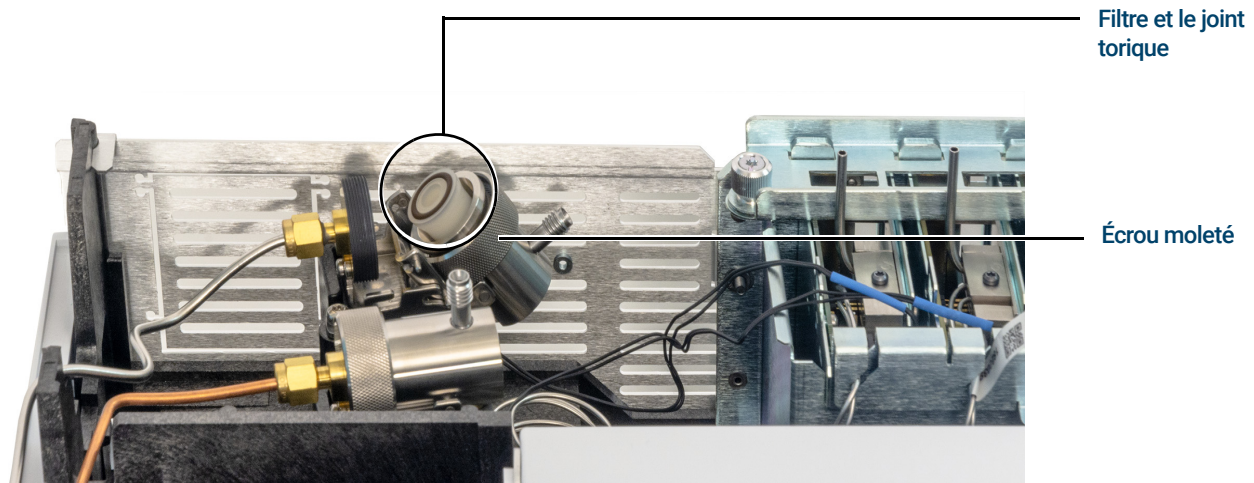

Figure 39. Faire glisser l'ensemble du piège pour exposer le filtre
- 5 Faites sortir l'ensemble du piège du support de montage guidé et inclinez vers le haut pour exposer le filtre comme indiqué à la **Figure 39**.